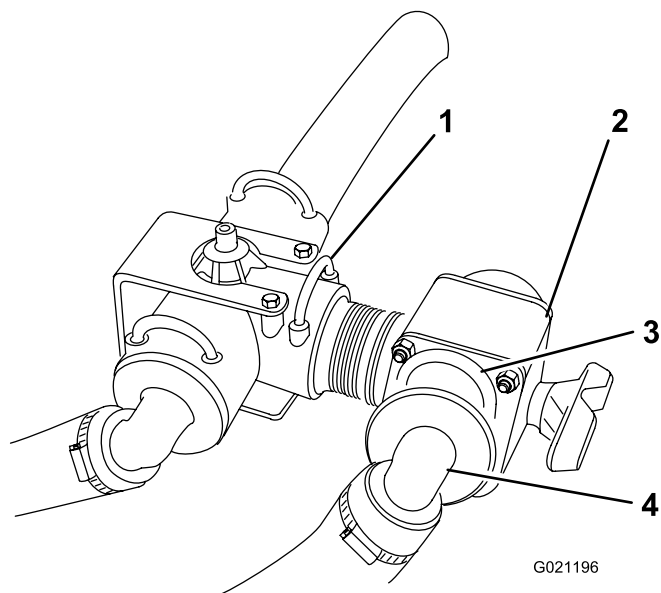

Figura 6
5. Ligue a tubagem da rampa que desligou no passo 1 à porta aberta na válvula de controle e prenda-a com a fixação que removeu no passo 1 (Figura 6).